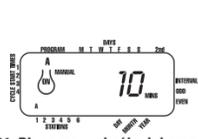

ILUSTRACIÓN 11: Riego manual sólo del programa A o B
- Para activar el periodo de riego asignado a las estaciones del programa A únicamente, pulse la tecla **MANUAL**, seguida de la tecla **NEXT (SIGUIENTE)**. Esto activará las estaciones con periodos de riego asignados únicamente en el programa A. Para iniciar el riego semiautomático, pulse **ENTER** [Vea la ilustración 11].